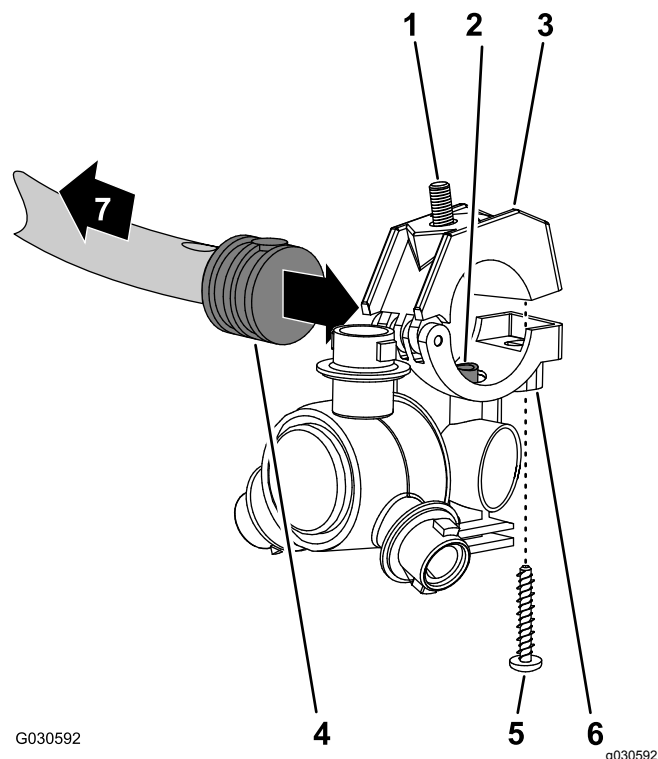

Figura 130
1. Allineate il tubo di trasferimento sulla sella di un ugello dell'irroratrice (Figura 130) con il foro sul lato del portagomma dentellato singolo ($\frac{1}{2}$ ").
2. Chiudete la metà superiore della fascetta attorno al portagomma dentellato e fissate la metà della fascetta e il corpo dell'ugello dell'irroratrice (Figura 130) con la vite in acciaio inox (n. 12 x $1\frac{1}{4}$ "); serrate la vite in acciaio inox a 14–18 N·m.